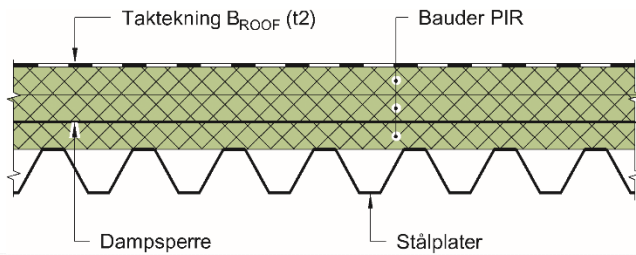

Fig. 2
- På takkonstruksjoner av profilerte stålplater, betongelementer (hulldækker eller DT-elementer) eller plasstøpt betong kan BauderPIR brukes uten å være tildekket på undersiden med ubrennbar isolasjon (A2-s1,d0), se fig. 2, 6 og 8.
- På takkonstruksjoner av profilerte stålplater, betongelementer (hulldækker eller DT-elementer) eller plasstøpt betong kan BauderPIR brukes uten å være tildekket på oversiden med ubrennbar isolasjon (A2-s1,d0), eller med oppdeling av takflaten i delarealer på maksimalt 400 m² med ubrennbar isolasjon (A2-s1, d0), se fig. 2, 6 og 8.